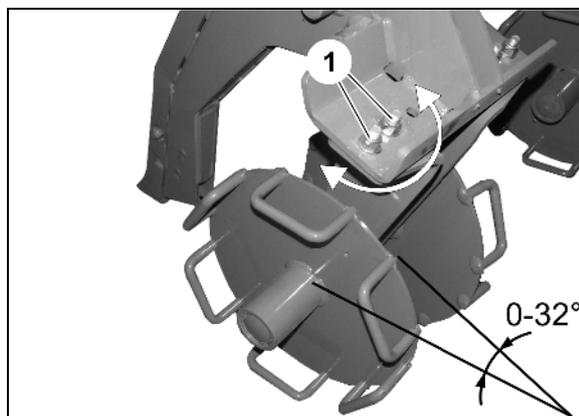

Fig. 106
1. Aflojar las uniones atornilladas (Fig. 106/1) de un rodillo.